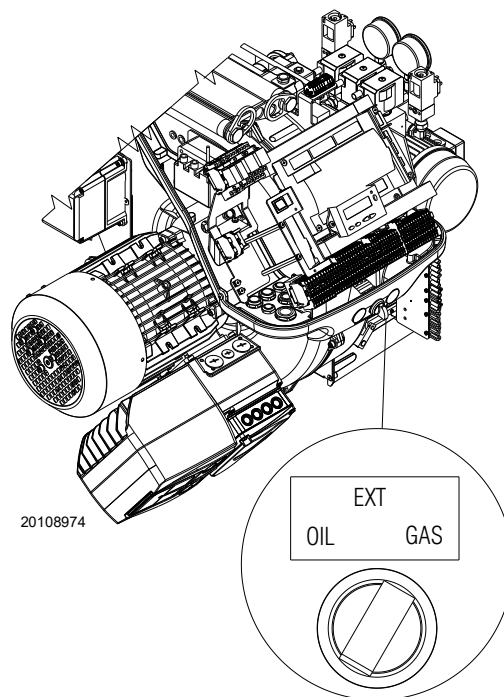

Abb. 39
- 1 mit dem Wahlschalter **“OIL-EXT-GAS”** (Abb. 39)